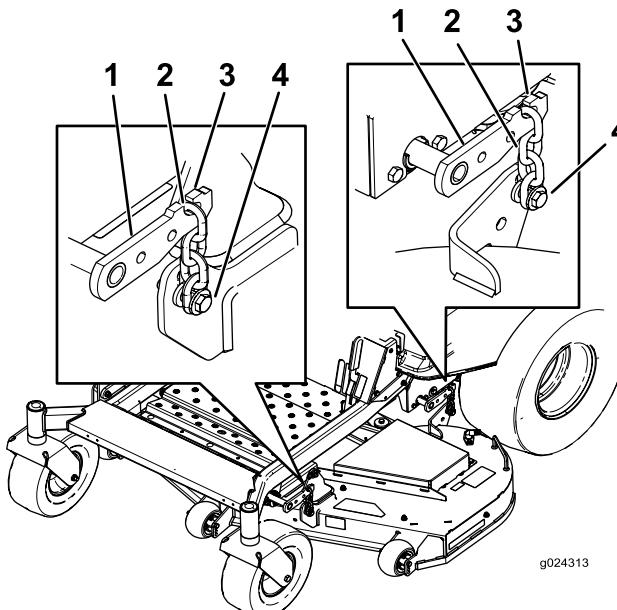

Figure 65
- Desserrez les boulons de réglage aux quatre coins de sorte que le tablier repose bien sur les quatre cales (Figure 65).
- Vérifiez que les quatre chaînes sont tendues (Figure 65).
- Resserrez les quatre boulons de réglage (Figure 65).